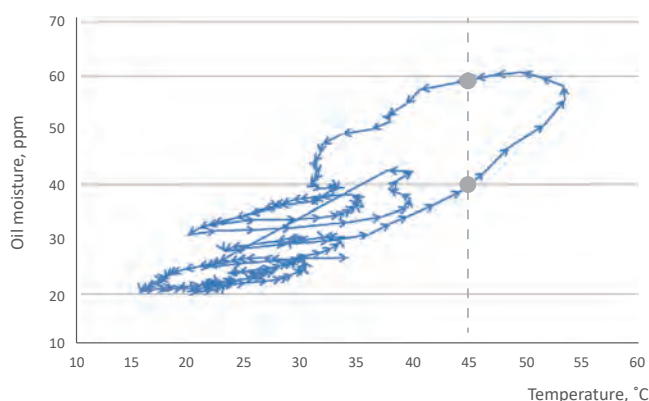

Рисунок 5. Динамика влажности: гистерезис**
4. Поскольку время диффузионного переноса воды из бумаги в масло меньше, чем в обратном направлении, на одном и том же трансформаторе можно получить несколько совершенно разных значений содержания воды в PPM при одинаковой температуре масла, даже с разницей в несколько дней (см. Рисунок 5).